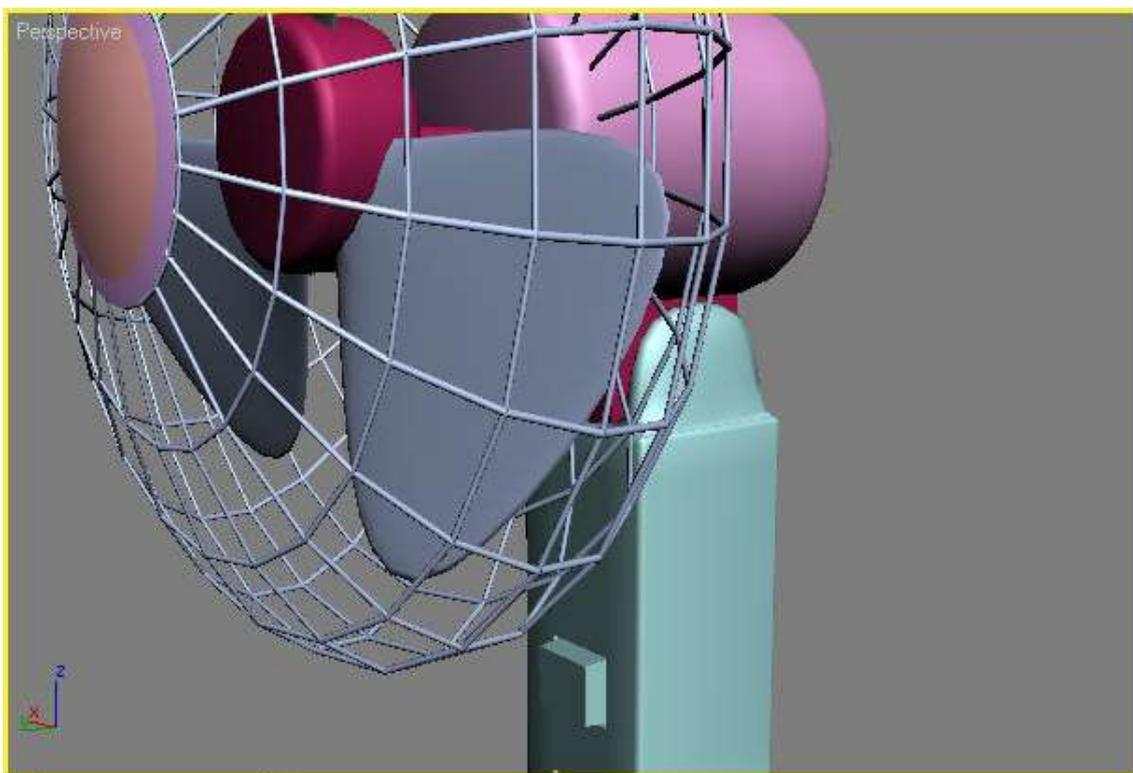

Рис. 52 – Скрепляющая деталь после применения модификатора **Smooth** (**Сглаживание**)
4. Сгладьте углы коробки, чтобы поверхность скрепляющей детали была более ровной. Выделите объект, перейдите на вкладку **Modify** (**Изменение**) командной панели, выберите из списка **Modifier List** (**Список модификаторов**) модификатор **Smooth** (**Сглаживание**). В его настройках установите флажок **AutoSmooth** (**Автоматическое сглаживание**). Объект приобретет вид, изображенный на рис. 52.